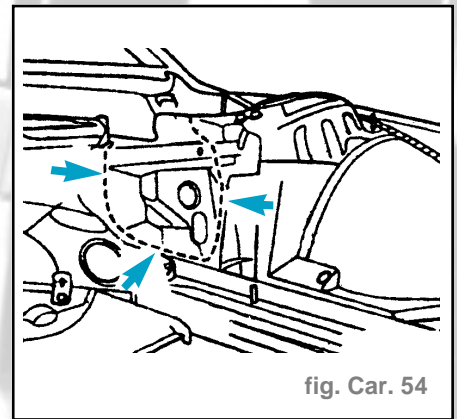

fig. Car. 54
- Sectionner la paroi de séparation du porte-boîtiers le long de la ligne de séparation (fig. Car. 54)